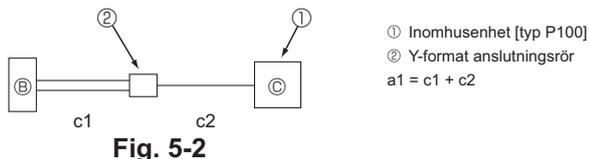

Fig. 5-2
*1 Även om två kylmedelsrör används mellan avgreningsdosan och det Y-formade anslutningsröret vid anslutning av inomhusenheten P100 ska rörlängderna endast baseras på en rörlängd. (Fig. 5-2)